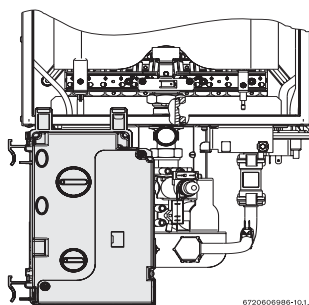

Fig. 2 Caixa de comando - posição de ajuste de gás
- ▶ Uma vez a caixa de comando retirada, posicione-a de acordo com a Fig. 2.